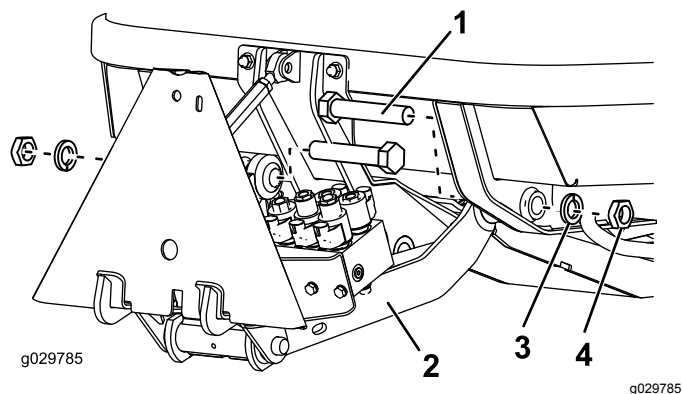

**Figura 2**
**Nota:** Posicione el soporte del cilindro según se muestra en Figura 2.